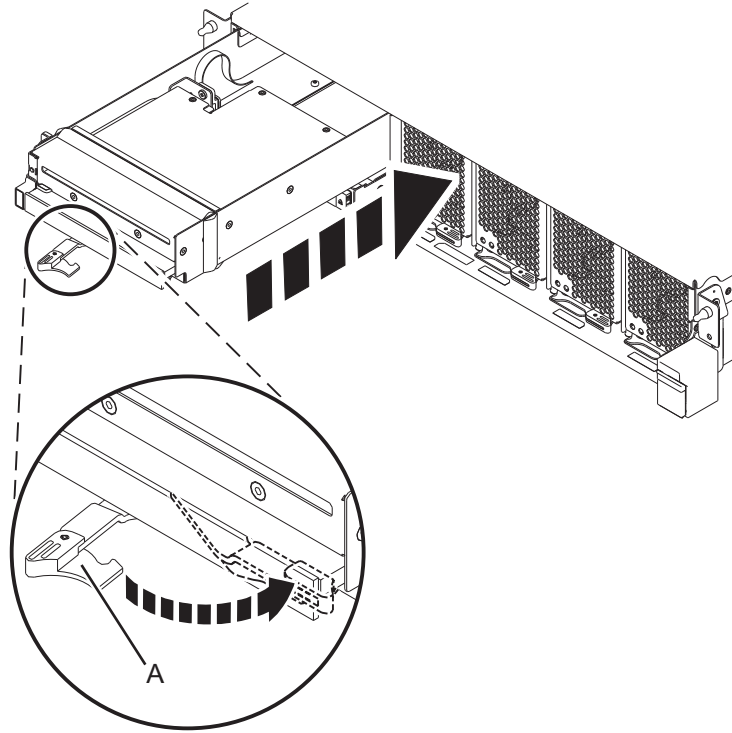

Figure 3. Installation d'une unité de stockage extra-plate sur une unité de contrôle système 9080-MHE, 9080-MME 9119-MHE ou 9119-MME
- a. Vérifiez que la poignée de l'unité de stockage extra-plate (**A**) est en position ouverte, comme illustré à la figure 3, à la page 7.